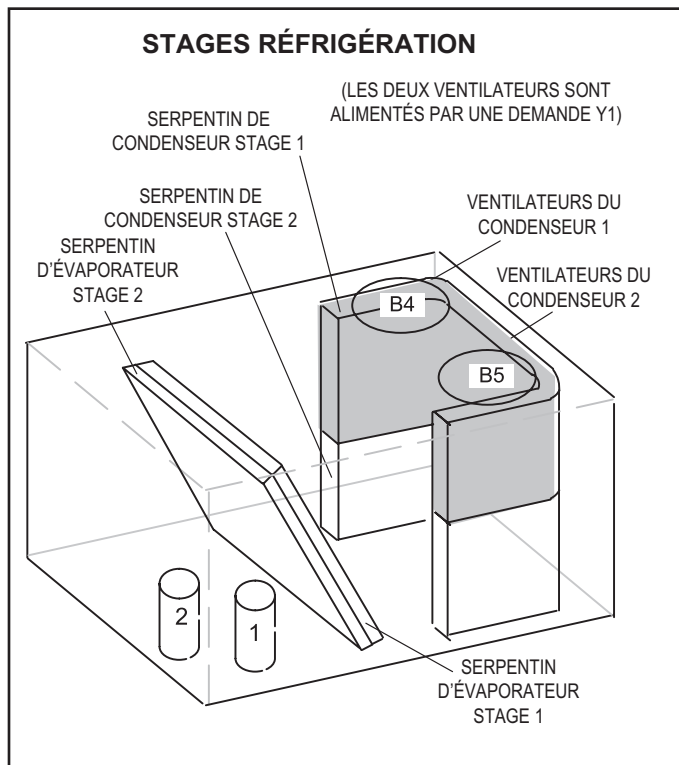

FIGURE 29
- 2 - Les unités contiennent deux circuits de réfrigérant. Reportez-vous à la FIGURE 29.